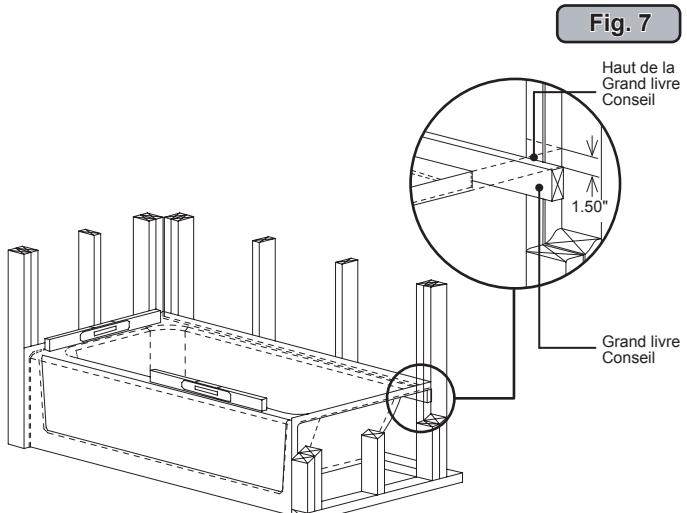

Fig. 7
1. Placer la baignoire dans la cabine avec la jupe avant fermement sur le plancher. La baignoire doit être réglé niveau. Pour le vérifier, utiliser un niveau au-dessus des rebords sur les deux extrémités de la baignoire et au-dessus du barrage (Figure 7).
2. Après une stabilisation baignoire, marque chaque plot (béton ou mur en blocs) immédiatement au-dessus du dos aile horizontale. Retirer du bain alcôve. Mesurer la distance entre le haut de la Retour aile horizontale et le bas de la baignoire rebord d'environ 1 ½ " (40mm). Marquez soigneusement cette dimension à l'arrière plots (ou mur), ci-dessous la première marque (Figure 7 encadré).
3. Installez une bande de Ledger: Jacuzzi mandats utilisation de supports sous les saillies arrière de baignoires pour éviter tout déplacement. Utilisez horizontale lambourde le long du rebord arrière complet ou «I », "T" soutien dans au moins deux endroits à la verticale position. Ongles de 1 "x 3" x 60 " (25mm x 75mm x 1525mm lambourde) immédiatement au-dessous de la des notes inférieures fait sur le cadrage (Figure 7 - encadré).